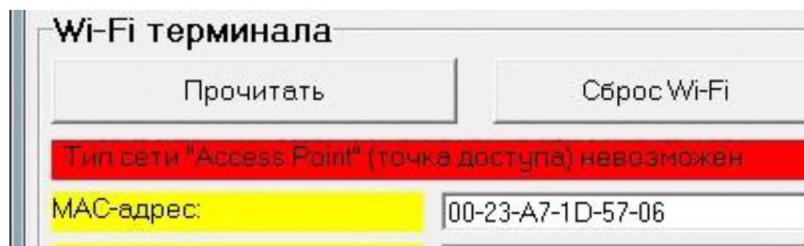

Рис. 6.4. Ошибка при записи типа сети.
6.11. ВНИМАНИЕ!!! Старые экземпляры весовых преобразователей для крановых весов ТВ-005.05Wi-Fi не могут устанавливать значение параметра «Тип сети», равное «Access Point», по техническим причинам. В этом случае при попытке записи значения параметров будет выведено сообщение «Тип сети «Access Point» (точка доступа) невозможен, см. рис. 6.4.